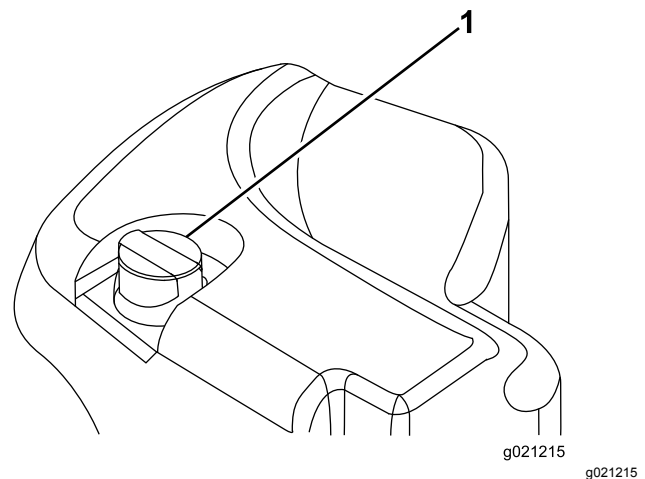

Figura 66
2. Limpe a zona em redor do tubo de enchimento e da tampa do depósito hidráulico (Figura 66).